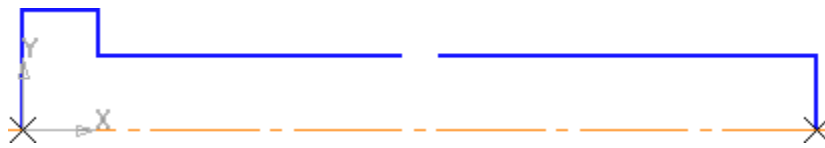

Рисунок 7.
- С помощью команды Осевая линия по двум точкам на инструментальной панели Обозначения  постройте осевую линию (рис.7).